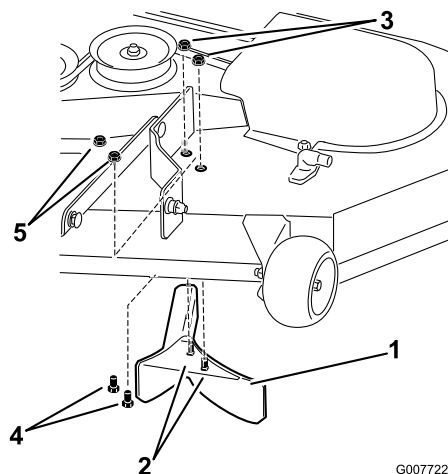

Bild 25
Mähwerk befestigt ist (Bild 25). Senken Sie das Mulchablenkblech vom Mähwerk entfernt ab und nehmen Sie es ab.
2. Setzen Sie die zwei Schrauben (5/16 x 5/8 Zoll) und die zwei Sicherungsmuttern (5/16 Zoll), die Sie aufbewahrt haben, in die Löcher, die durch das Entfernen des linken Mulchablenkblechs im Mähwerk entstanden sind (Bild 25).